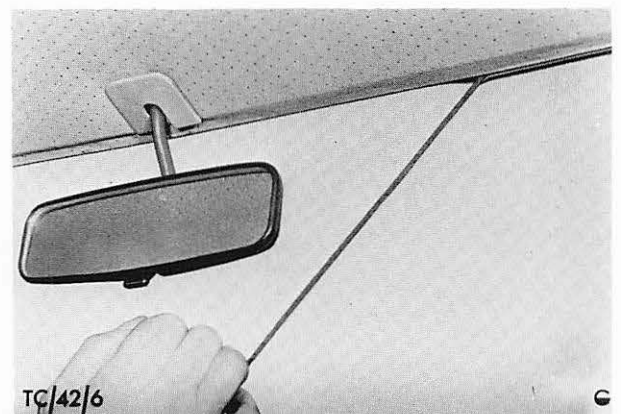

Abb. 28 Dichtlippe über den Blechflansch aufziehen – Schnur zur Scheibenmitte hin ziehen.
8. Scheibe mit Dichtungsgummi kompl. an der Fensteröffnung ansetzen und nach oben drücken, bis die Innenrinne im Dichtungsgummi gegen den oberen Blechflansch der Fensteröffnung anstößt. Darauf achten, daß beide Enden der Schnur im Fahrgastraum hängen, dann Scheibe unten fest gegen die Karosse drücken. Schnur, an einem Ende beginnend, langsam aus der Rinne im Dichtungsgummi nach innen ziehen. Abb. 28. Während die Schnur aus der Rinne gezogen wird, Scheibe von außen unmittelbar im Bereich der Schnur von Hand andrücken.